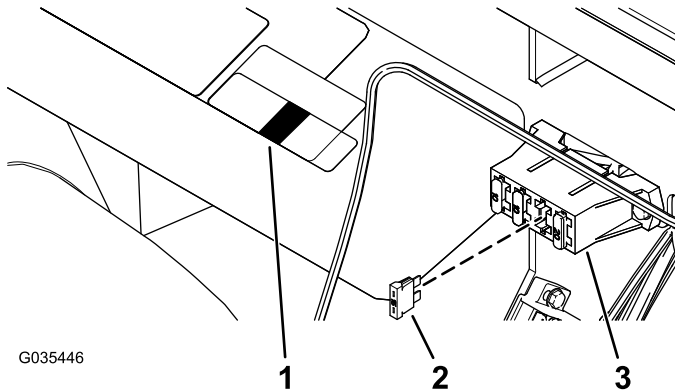
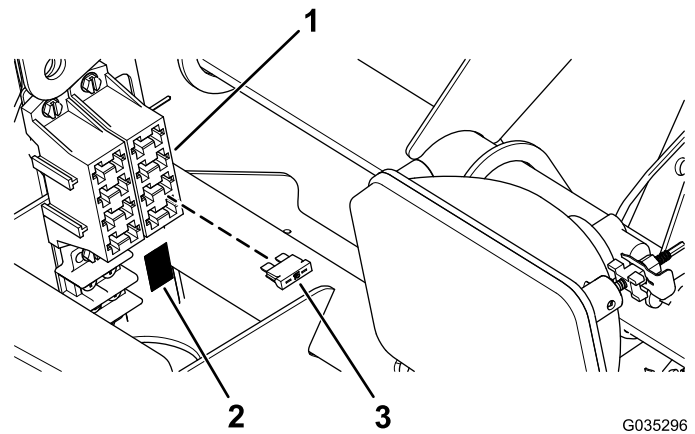

Figura 10
Figura 11
1. Inserite il fusibile (15 A) nel portafusibili e applicate l'adesivo del fusibile sotto il portafusibili (Figura 10 o Figura 11).